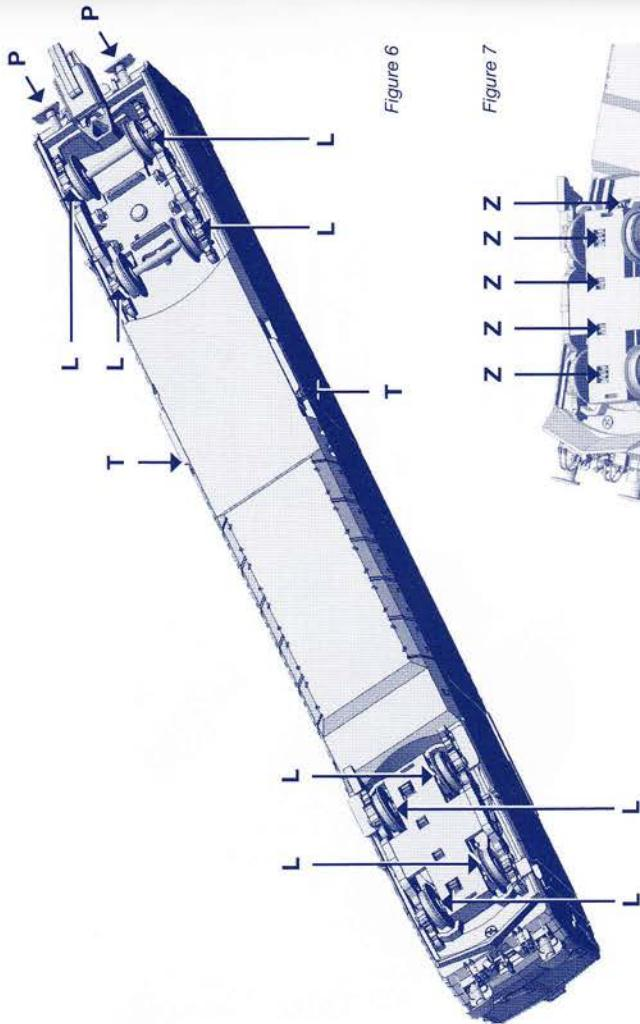

Figure 6
Um eine lange Lebensdauer zu gewährleisten sollte der Triebwagen in regelmässigen Abständen gewartet werden. Das Modell muss dazu nicht geöffnet werden. Vielmehr genügt es wie nach (**Abb. 6**) das Modell auf einer weichen Unterlage auf das Dach zu legen, ohne dabei Dachaufsteckteile oder den Pantographen zu beschädigen. Mit einem in Spiritus getränkten Wattestäbchen säubern Sie die Radkontakte, danach reinigen Sie die Räder. Drehen Sie dabei bitte auf keinen Fall die Antriebsräder von Hand durch. Nach dem Reinigen schmieren Sie bitte die in der Abbildung bezeichneten Lagerstellen (**L**) mit einem Tropfen Maschinenöl. Sinnvoll ist es, diese Wartungsarbeiten nach ca. 30-40 Stunden Betriebszeit durchzuführen.
Abbildung 6 siehe nächste Seite
Ziehen Sie bitte mit beiden Daumennägeln im hinteren Türbereich (T) gemäß (Abb. 6) den Wagenkasten etwas auseinander und drücken dabei mit leichten Druck der Zeigefinger auf die hinteren Pufferteller (P) den Wagenkasten und Fahrgestell voneinander weg.
In order to ensure that your model functions correctly over a long period the railcar should be maintained at regular intervals. The model need not be opened to do this. It is perfectly sufficient to turn the model over on a soft base as shown in Fig. 6. Be careful not to damage the roof parts or the pantographs. Clean the wheel contacts using cotton wool tabs soaked in spirits and then clean the wheels. However, please do not turn the drive wheels by hand in any circumstances. After cleaning, please use a drop of machine oil to lubricate the bearing points (**L**) shown in the figure. It is advisable to carry out maintenance work after approximately 30-40 hours of operation.
Figure 6 see next page
Please place both thumb nails around the rear door area (**T**) as shown in (**Fig. 6**) to pull the car body slightly apart and at the same time apply slight pressure with the index finger around the rear buffer plates (**P**) to remove the car body completely from the running gear.